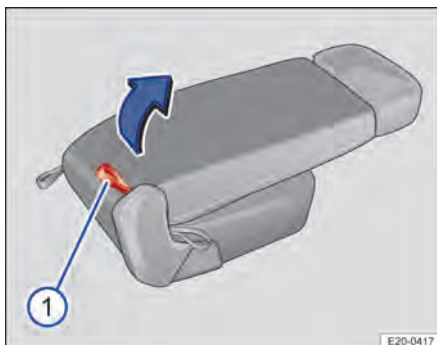

Abb. 73 Zweite Sitzreihe: Sitz vorklappen.
2. Zum Sitz gehörende rote Zugschlaufe → Abb. 73  auf der Rückseite des Sitzes ziehen und den Sitz nach vorn klappen.